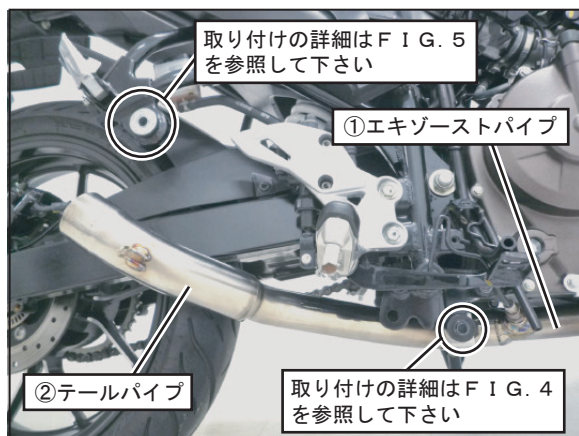

FIG. 3
6. ⑦段付きカラー10-30-21をエキゾーストパイプ固定部に取り付けた後、①エキゾーストパイプに②テールパイプを取り付け、テールパイプのステー穴をエキゾーストパイプ固定部に合せて⑧キャップボルトM8×35、純正ワッシャ、純正ナットを使用して仮締めして下さい。
次に、⑫マフラスプリング(ミディアムフローティング)をスプリング取付工具を使用して取り付けて下さい。(次ページFIG. 3, 4 参照)
7. タンデムステップのマフラー取付位置にあるグロメットカラーを一度外し、フランジ面の向きを外側にして再度取り付けて下さい。(FIG. 3, 5 参照)